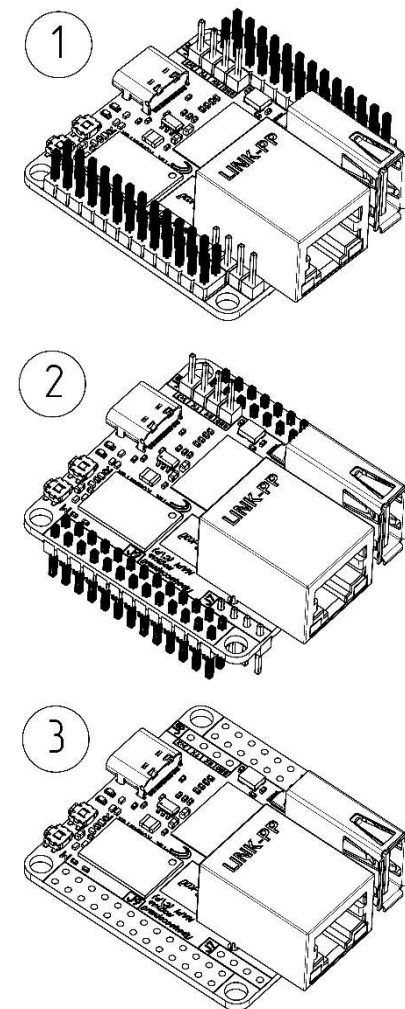

Рис. 2 – Варианты расположения ножек относительно процессора
Возможна поставка с "гребенкой" как вверх от процессора (1), так и вниз от процессора (2), а также без распайки ножек (3) для самостоятельного монтажа (см. рис.2).